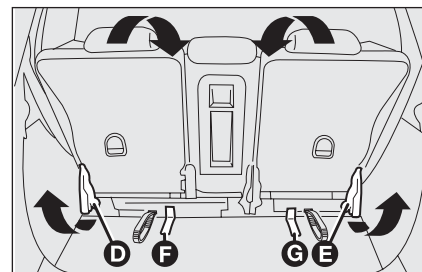

fig. 112
- ☐ con las palancas **D** y **E**-fig. 112 alzar los respaldos en los cojines traseros;
- ☐ mediante los dispositivos **F** e **G**-fig. 112 volcar completamente los asientos.